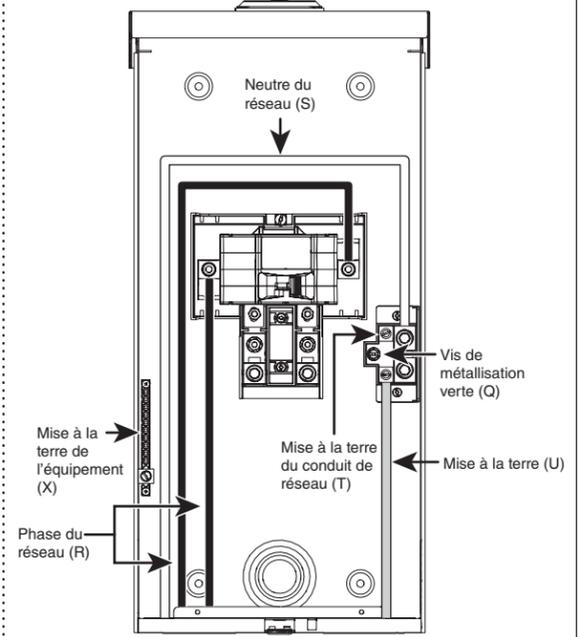

Figure 8
Étape 7 : Raccorder les fils en passage continu. (Figure 8)
- Acheminer les fils de **phase en passage continu (V)**, de **neutre en passage continu (W)** et de **terre de l'équipement (X)** dans le boîtier en passant par une débouchure inférieure.
- Raccorder les fils de **phase en passage continu (V)**, de **neutre en passage continu (W)** et de **terre de l'équipement (X)** aux bornes appropriées en les serrant aux couples indiqués dans le tableau « Terminaisons ».